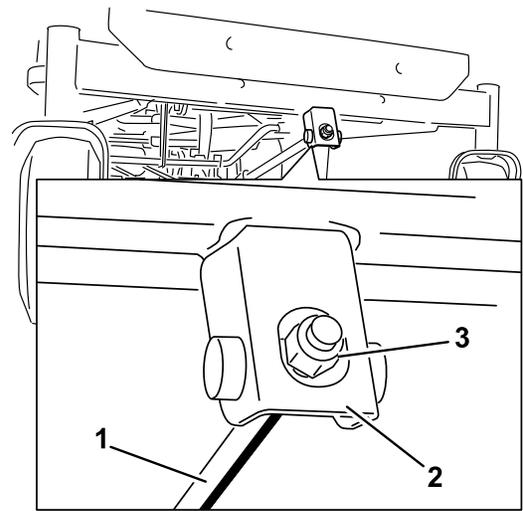

Figura 63
6. Para ajustar la inclinación longitudinal, gire la tuerca de ajuste de la parte delantera del cortacésped (Figura 63).